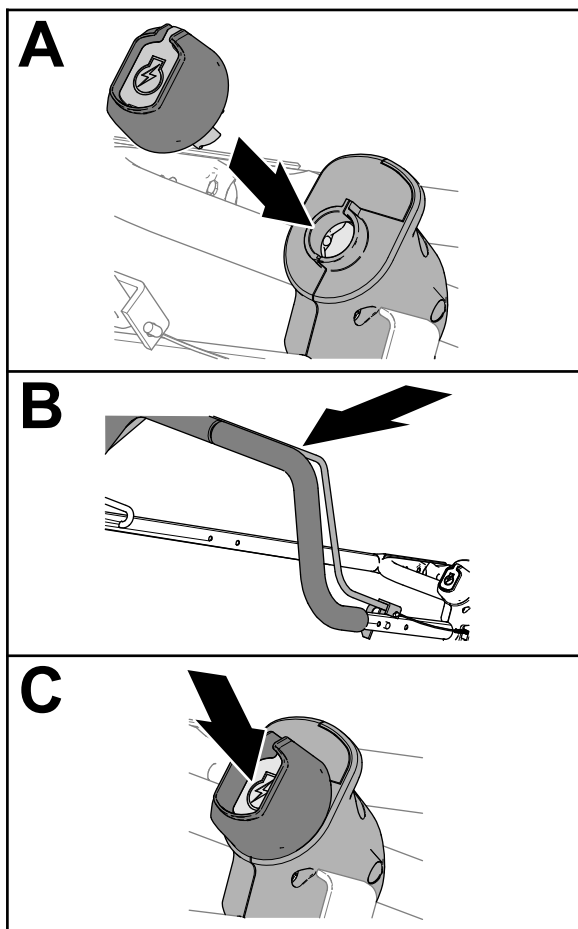

Bild 16
1. Stecken Sie den Elektrostartschlüssel in den Elektrostartschalter (Bild 16).
2. Greifen Sie den Holm und den Schaltbügel und schließen Sie den Bügel am Holm (Bild 16).